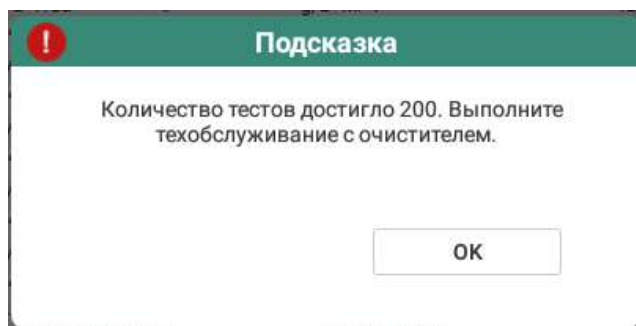

Рис. 5-9
2. Выполнение обязательного техобслуживания: введите значение; когда совокупное количество измерений достигнет входного значения, анализатор предложит выполнить обязательное техническое обслуживание с очистителем при запуске измерения, как показано на рис. 5-9.